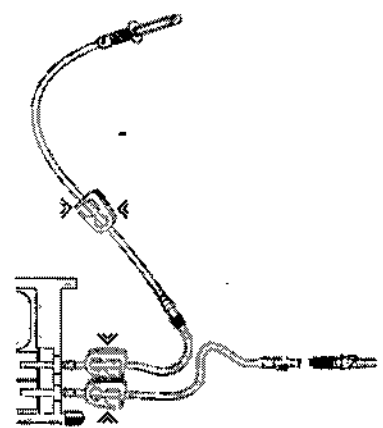

Fig 8. Conexión de un Tubo del calentador n.º 3 al tubo superior del Cassette del calentador
9. Una el conector Luer-Lock hembra del Tubo n.º 3 con el conector Luer-Lock macho del tubo más cercano del cassette del calentador (el más lejano al carril guía, vea la Fig. 8).